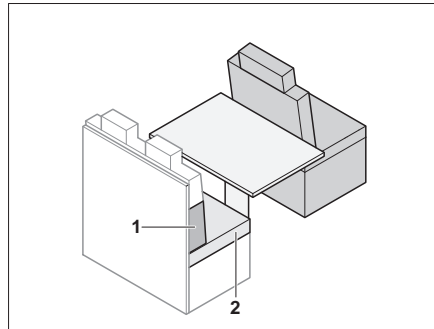

Fig. 143 Avant la transformation
- Retirer le coussin d'assise (Fig. 143,2).
- Placer le coussin de dossier (Fig. 143,1) entre le coussin d'assise et la paroi arrière. Observer la forme deltoïde.